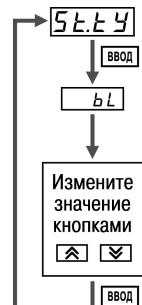

Рисунок 11.5 – Изменение значения параметра
- Осуществляется выбор параметра для изменения, после чего нажимается кнопка **ВВОД** (рисунок 11.5). При этом начнет мигать значение параметра на ЦИ2.